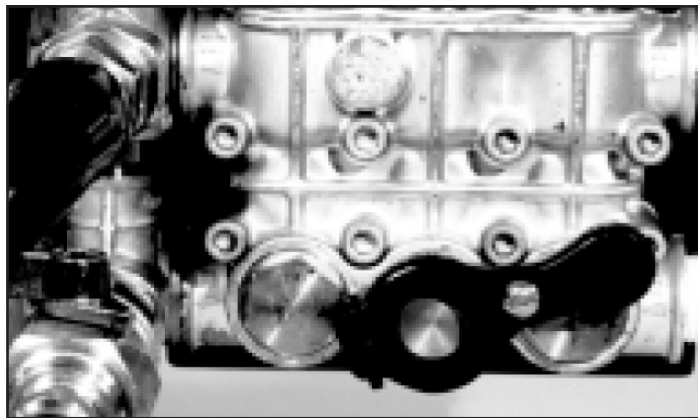

Рис. 5 - Включение импульсного механизма
- Поверните рычаг импульсного механизма по часовой стрелке до упора (рис.5).